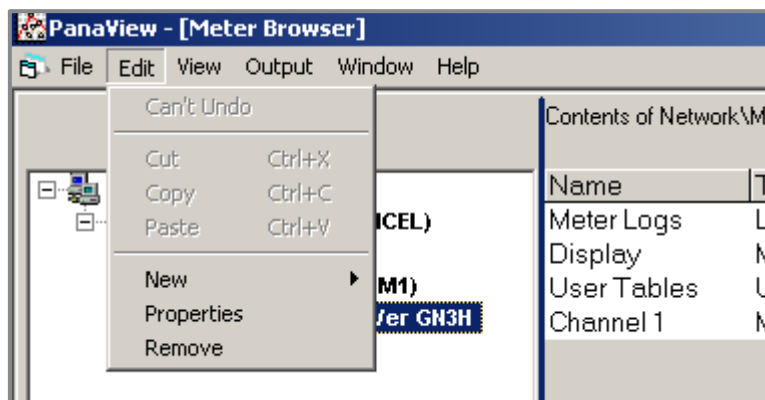

Рисунок 27: Пункт «*Properties*» (Свойства) в меню «*Edit*» (Редактирование)
- щелкнуть мышью по кнопке [Set] (Установить), чтобы открыть диалоговое окно на рис. 27. Установите дату и время в соответствии с инструкцией и щелкните [OK].